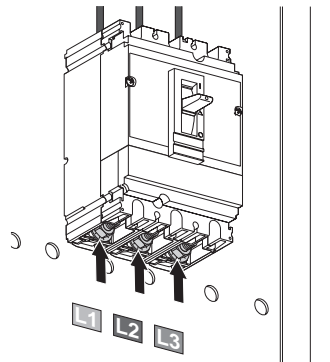

Fig. 9 Conexión de potencia cofre Rectibloc SAH
■ Conecte las fases L1, L2, L3 en los bornes indicados L1, L2, L3 (fig. 9 y 10).